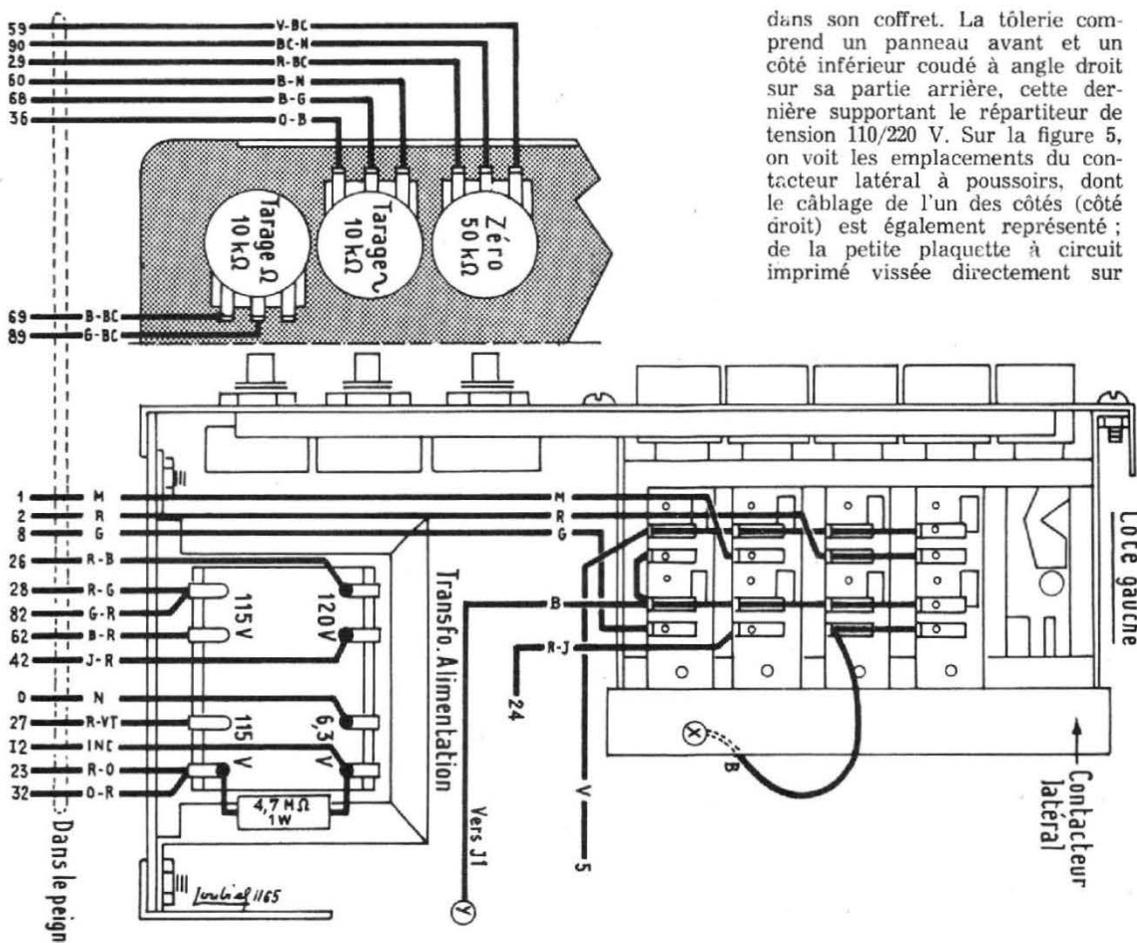

Fig. 4. — Câblage du contacteur à poussoir (côté gauche) des potentiomètres de réglage et du transformateur d'alimentation
Câbler ensuite le commutateur à poussoir dont le côté gauche est visible sur le plan de la figure 4 et le côté droit sur la figure 5. La figure 4 montre le côté droit de l'appareil avec le câblage du transformateur d'alimentation et des trois potentiomètres.
teur central rotatif, avec une dérivation de deux conducteurs reliés à une commutation (fils incolore 12 et gris 8) ; sous les cosses inférieures du transformateur d'alimentation, avec une dérivation de 10 fils (26, 28, 82, 62, 42, 0, 27, 12, 23, 32) reliés aux cosses de ce transformateur ; à l'arrière des trois potentiomètres, avec dérivation de 8 fils (59, 90, 29, 60, 68, 36, 69, 89). Le peigne longe ensuite le côté droit du contacteur à poussoir avec dérivation de 4 fils (1, 2, 8, 5) vers des cosses du côté gauche du commutateur à poussoir (voir figure 4), dérivation d'un fil (9) vers le commutateur, ce fil étant relié directement à une cosse du côté droit du commutateur, elle-même reliée à une cosse du côté gauche (liaison X). Les autres dériviations du peigne concernent les 7 liaisons aux cosses du côté droit du commutateur (89, 69, 7, 82, 23, 3, 4). Le peigne passe ensuite sous la plaquette à circuit imprimé de l'appareil de mesure et ses trois liaisons terminales sont constituées par les fils 3, 4 et 5 reliés à des cosses de la barrette du circuit imprimé principal.
Les dernières liaisons restant ensuite à effectuer sont celles de la barrette à 7 cosses du petit circuit imprimé : rouge-bleu, rouge, noir, orange-bleu, rouge-orange, vers des cosses du côté droit du commutateur à poussoir (voir figure 5) ; rouge-jaune, vers une cosse du côté gauche du commutateur à poussoir (liaison 24 de la figure 4) ; incolore, vers le commutateur rotatif (liaison 13 indiquée sur les figures 2 et 5).
Le commutateur à poussoir est enfin une cosse de son côté gauche (voir figure 4) reliée par le fil Y à la douille d'entrée J. Rappelons que la douille de masse J, isolée du châssis métallique, est reliée à ce châssis par l'ensemble C₁-R₁, de 1 000 pF 10 M Ω , bien qu'elle soit marquée sur le panneau avant de l'appareil par le signe de masse.